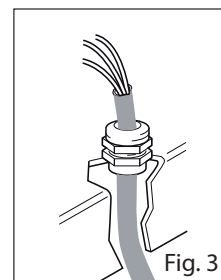

Fig. 3
Quite del equipo del horno el panel lateral derecho y los dos tornillos de fijación de la parte trasera (Fig. 3/A y 3/B).
1. Alinee los orificios de la campana con los orificios de fijación del panel trasero del horno. Vuelva a atornillar los tornillos para fijar la campana en el horno (Fig. 3/C).
Introduzca el cable de alimentación a través del pasacables en la parte inferior del horno (Fig. 3).